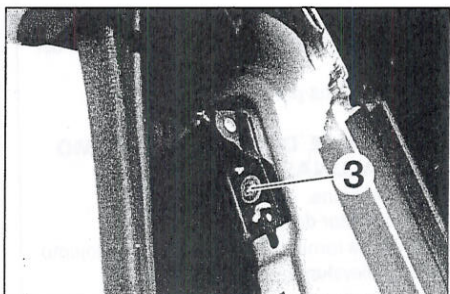

FIGURA 11-12
- Sostener la puerta con otra persona y a continuación desmontar el tornillo (3) (figura 11-12).